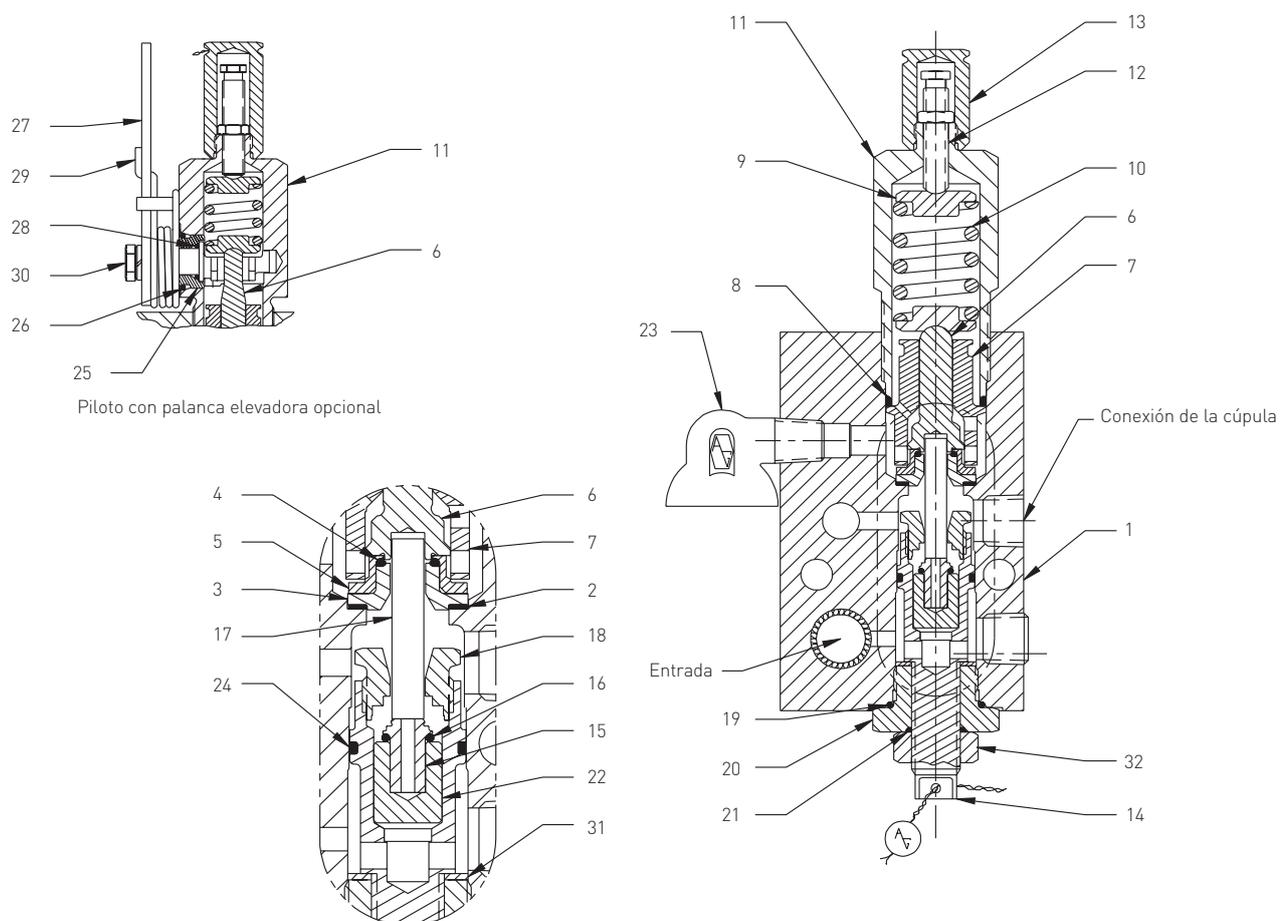

FIGURA 3
3.1.1 Para facilitar el montaje, colocar todas las piezas de una manera ordenada al ir las desmontando, de modo que se puedan montar las piezas correctas en la secuencia apropiada. Consulte la Figura 3 para la descripción y ubicación de las piezas.